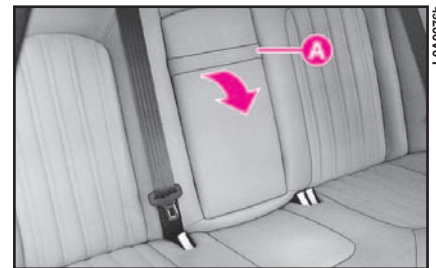

fig. 204
1) Agendo dal sedile posteriore, abbassare l'appoggiabraccia usando la maniglia **A** (fig. 204).